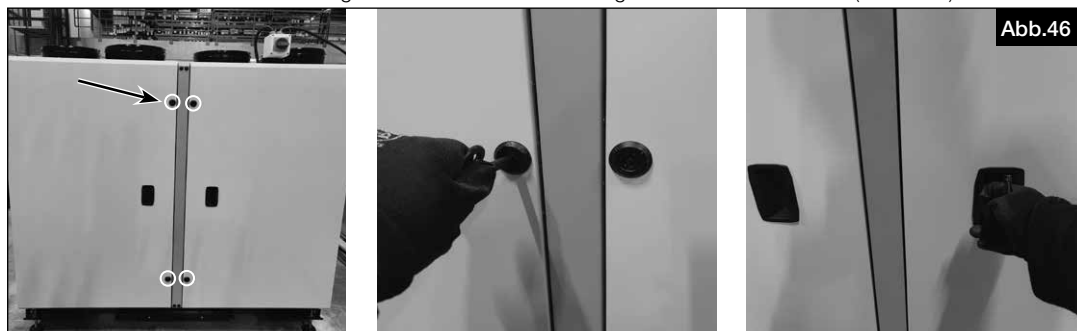

Abb.46
1. Die Türen mit dem im Lieferumfang enthaltenen Schlüssel entriegeln und die Türen öffnen (s. Abb.46).